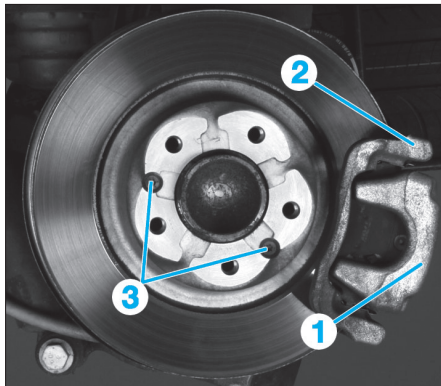

Fig. 11
- Sans débrancher le flexible, déposer l'étrier (1) de frein et le suspendre dans le passage de roue. (Fig.11).
- Déposer le support d'étrier (2).
- Déposer les vis (3) puis déposer le disque.